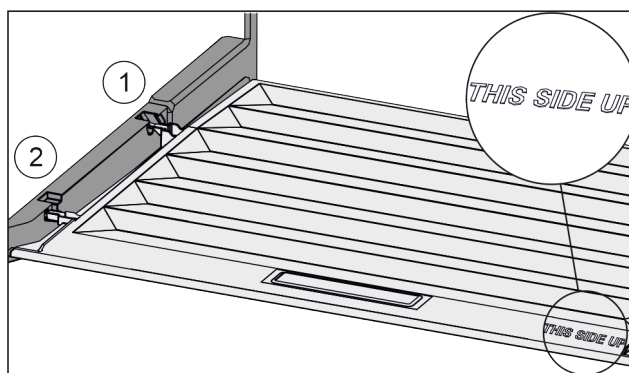

Fig. 55
- ▶ Vezesse be a fedél bordáit a hátsó tartó Fig. 55 (1) nyílása fölött, elől pedig pattintsa be azokat a tartóba Fig. 55 (2).